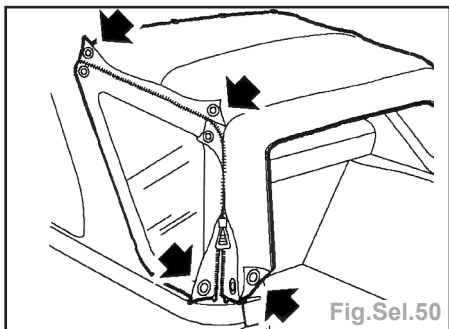

Fig.Sel.50
- Déposer les deux écrans (flèches) transparents latéraux, dégager les attaches Velcro, ouvrir les fermetures-éclair et faire sauter les pressions (Fig.Sel.50).